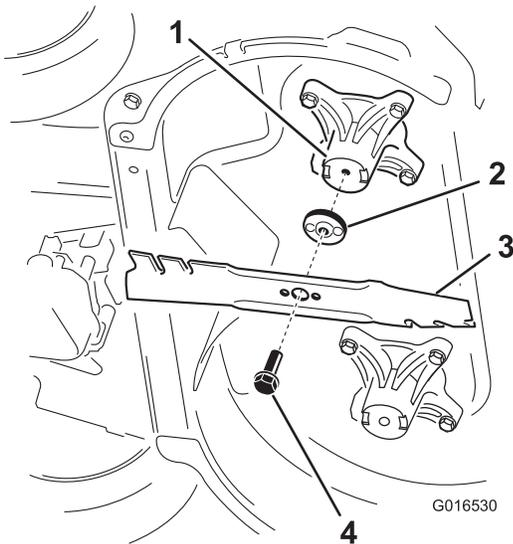

Figure 45
2. Déposez chaque lame comme montré à la Figure 45.
1. Posez la première lame de sorte qu'elle soit horizontale, avec toutes les fixations, comme montré à la Figure 45.